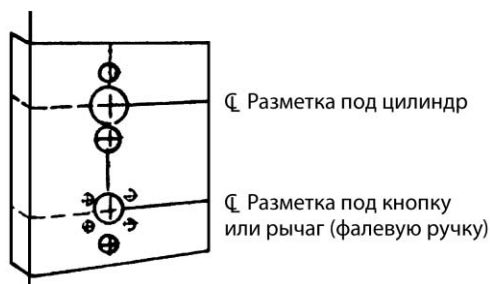

Рис. 6.24. Разметка точек для сверления
2. Совместить шаблон с краем двери с соответствующей горизонтальной линией, которая отмечает высоту. Разметить точки сверления (рис. 6.24).